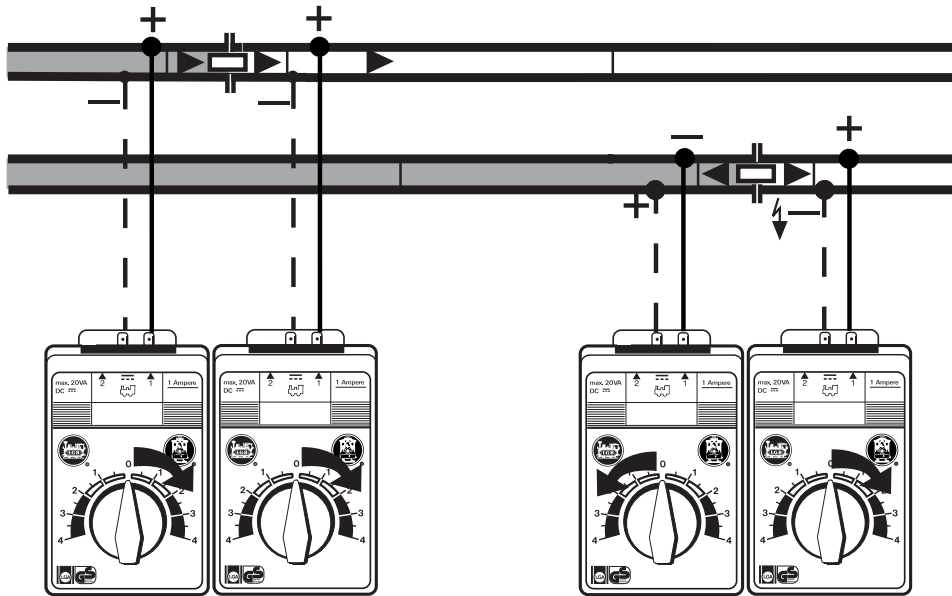

Bild 3, Ill. 3, Fig. 3, Afb. 3, Fig. 3, Figura 3
- Mit einem Trenngleis (10152) und zwei LGB-Trafos können Sie zwei isolierte Streckenabschnitte bauen. Dann können Sie zwei Loks unabhängig voneinander fahren lassen (*Bild 3*).
- À l'aide d'une voie de séparation (10152) et de deux transformateurs LGB, vous pouvez constituer deux sections de ligne isolés. A présent, vous pouvez faire rouler deux locomotives simultanément et les commander indépendamment l'une de l'autre (*Fig. 3*).
- Met een scheidingrail (10152) en twee LGB trafo's kunt u twee geïsoleerde trajecten maken. Dan kunt u twee locs onafhankelijk van elkaar laten rijden (afb. 3).
- Con una vía aisladora (10152) y dos transformadores LGB puede montar dos cantones de vía aislados. Acto seguido, puede dar la orden para que circulen dos locomotoras una independiente de la otra (Fig. 3).